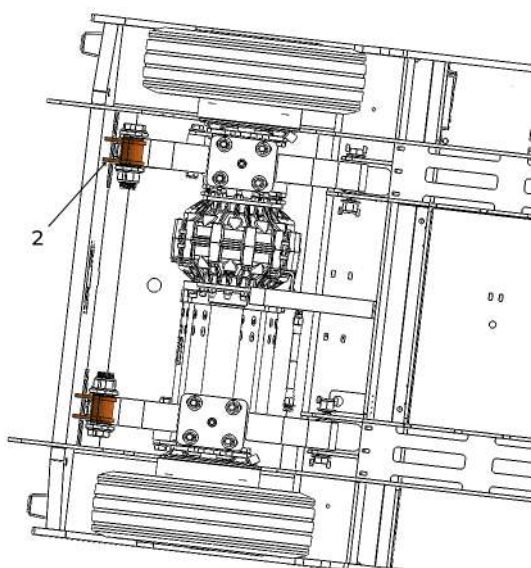

Figure 29. Plaques de montage de la suspension arrière.
- Plaques de montage de la suspension arrière (2) (voir figure 29).